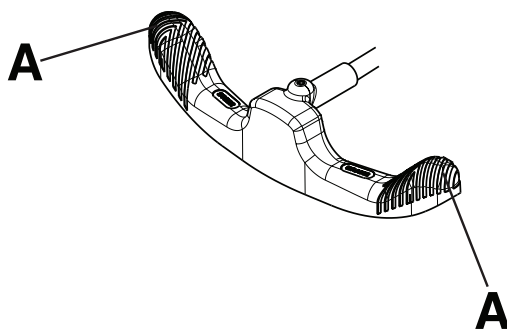

Figura 7 – Uso del pedal de freno/dirección
Nota - No presione el centro del pedal de freno/dirección. Presione siempre el extremo exterior (A) del pedal de freno/dirección (Figura 7).